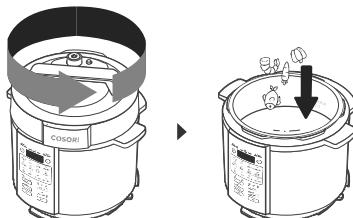

Figura 4.1
- Ruotare il coperchio in senso antiorario e sollevarlo per rimuoverlo. Aggiungere gli ingredienti alla pentola interna. **[Figura 4.1]**